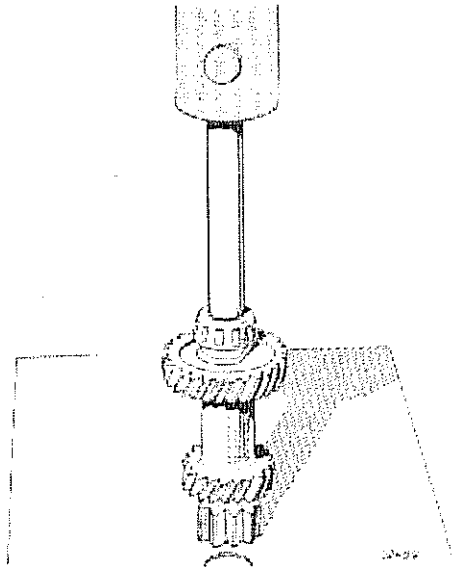

Fig. 228
- 1) Empleando una prensa y un tubo de diámetro adecuado, instalar en el eje primario el cojinete correspondiente al lado delantero de la caja (lado velocímetro, Fig. 228).